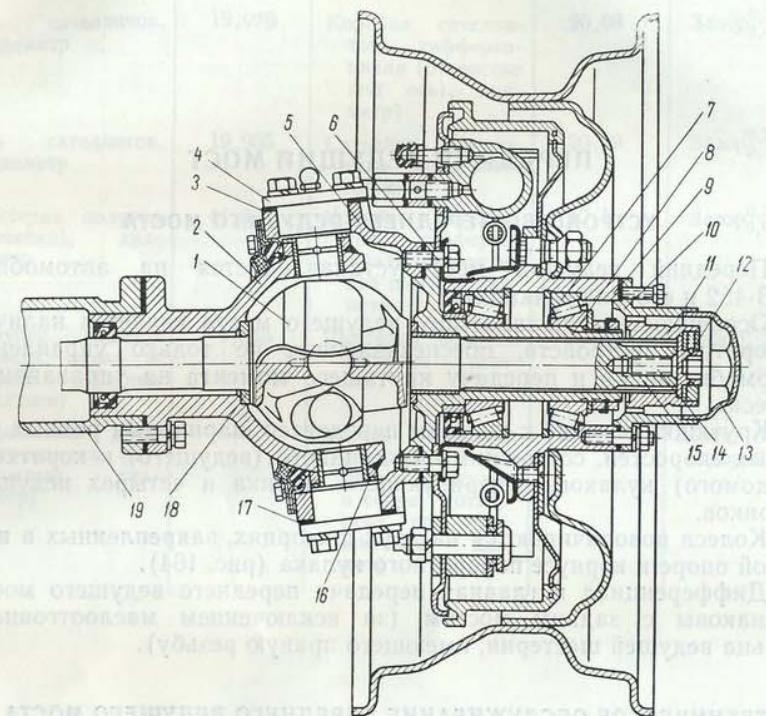

Рис. 164. Поворотный кулак:
Колеса поворачиваются на двух шкворнях, закрепленных в шаровой опоре и корпусе поворотного кулака (рис. 164).
- Вынуть тонкую (0,1 мм) регулировочную прокладку 17 (рис. 164) и установить рычаг или накладку шкворня на место.